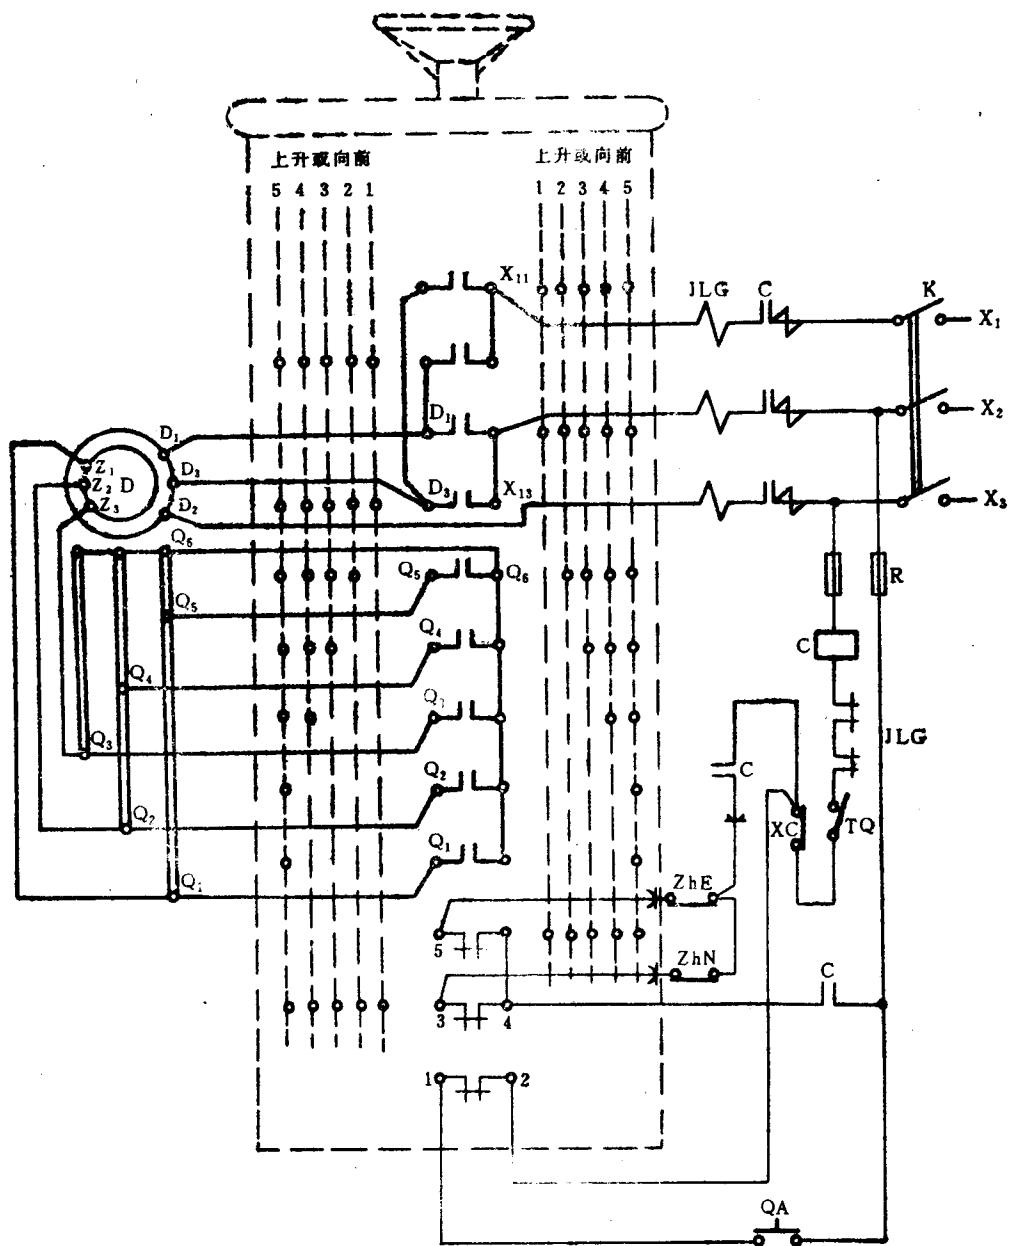

图2 凸轮控制器接线图
(1) 要看懂用凸轮控制器控制绕线式异步电动机^①的控制线路，见图2。弄清楚其控制要求。
(2) 准备工具和仪表。电工常用工具、万用表、兆欧表和转速表。
四、考件图号(见图2)